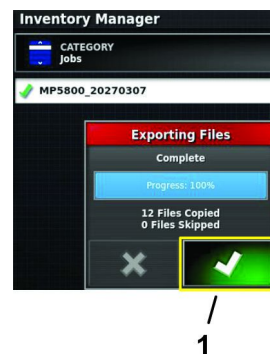

Figura 92
10. Nella finestra di dialogo Esportazione file, premete l'icona Conferma (Figura 92).